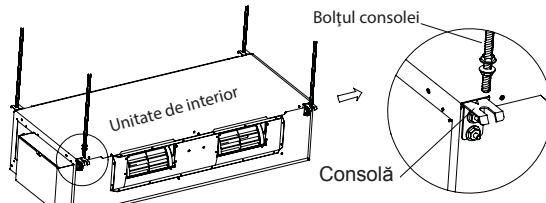

Fig.8
- (3). Montați consola la unitate. (Fig.8)